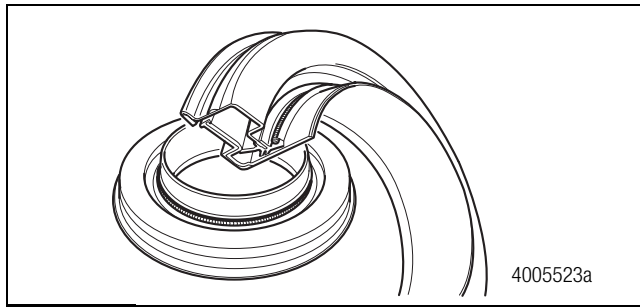

Figura 5.94
4. Retire del paquete el sello integral de reemplazo. Figura 5.94.